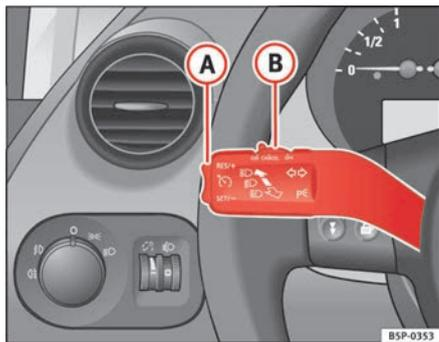

Fig. 146 Leva degli indicatori di direzione e degli abbaglianti: interruttore e tasto di comando del regolatore di velocità
- Quando il veicolo raggiunge la velocità che si desidera impostare, premere una volta sulla parte inferiore del tasto **SET/-** ⇒ fig. 146 **A**.